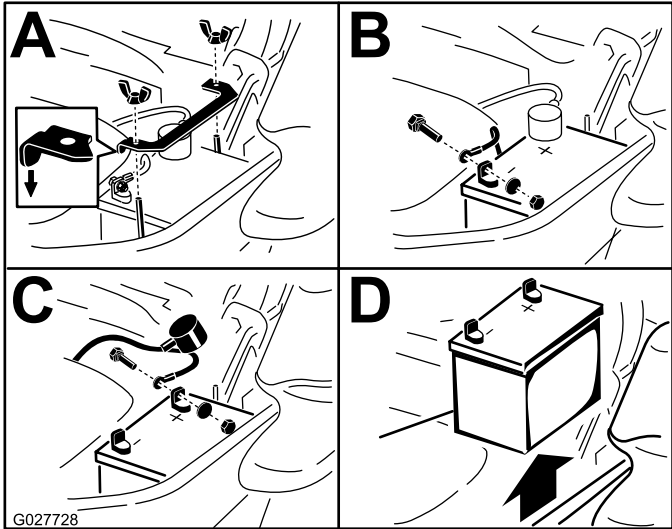

Figura 55
3. Primero desconecte el cable negativo (negro) del borne negativo (-) (negro) de la batería (Figura 55).
4. Retire la cubierta de goma roja del borne positivo (rojo) de la batería y retire el cable positivo (+) (rojo) (Figura 55).
5. Retire la tuerca de orejeta que sujeta la abrazadera de la batería (Figura 55).
6. Retire la abrazadera (Figura 55).
1. Coloque la batería en la bandeja, con los bornes frente al depósito de aceite hidráulico (Figura 55).
4. Fije los cables con 2 pernos, 2 arandelas, y 2 contratuercas (Figura 55).
6. Instale la abrazadera y sujétela con la tuerca de orejeta (Figura 55).